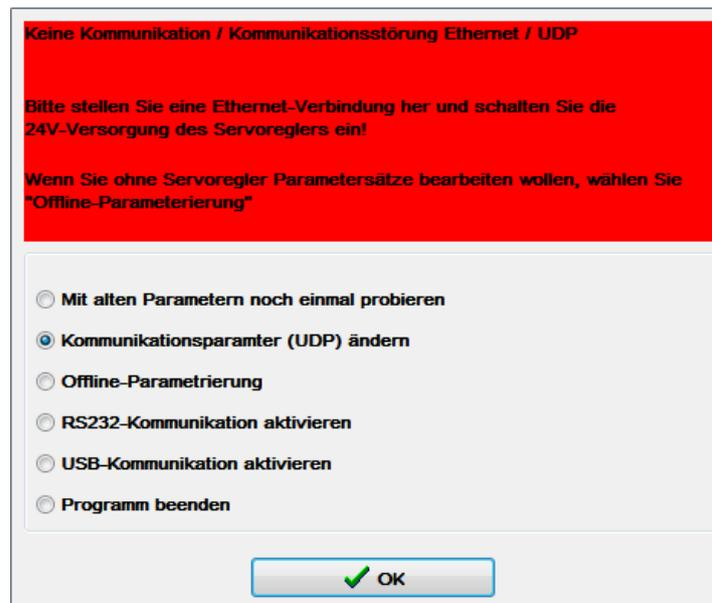

Abbildung 8-3: Auswahlfenster nach UDP Verbindungsabbruch
3. Anschließend wird das Fenster in Abbildung 8-3 angezeigt. Es wird der Menüpunkt **Kommunikationsparameter (UDP) ändern** ausgewählt und mit OK bestätigt.
5. Sind die Einstellungen korrekt, verbindet sich der Metronix ServoCommander[®] mit dem Servoregler. Liegt ein Fehler vor, erscheint das Auswahlfenster aus Abbildung 8-3. Die Konfiguration kann nun wiederholt werden bis eine Verbindung zum Servoregler besteht.